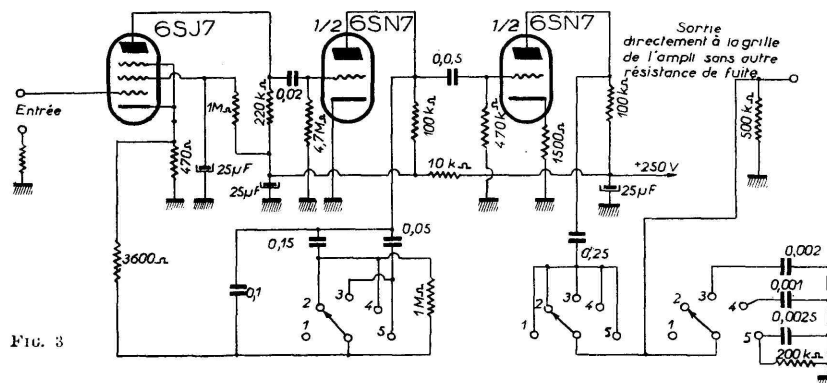
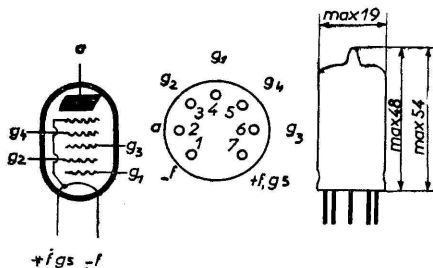

FIG. 3
FIG. 1. — Branchements, culot et dimensions du tube miniature batteries DK92.
Pour un certain nombre de raisons qui ont été exposées dans cette revue par M. Bertrand (1), la courbe d'enregistrement des disques lors de la gravure n'est pas linéaire, mais présente un affaiblissement progressif au-dessous d'une certaine fréquence, en général 500 c/s, et est relevée au-dessus d'une certaine fréquence, en général 1 000 c/s. Cette courbe d'enregistrement doit impérativement être compensée dans l'amplificateur. Il faudra relever les fréquences graves et affaiblir les fréquences aiguës. Faut-il laisser ce soin à l'oreille de l'auditeur, au moyen de deux contrôles continus de niveau des graves et des aigus ? Certes non. Les courbes d'enregistrement sont constantes pour chaque marque de disque, et sont rigoureusement suivies par leurs constructeurs. La figure 1 donne les courbes d'enregistrement pour les principales marques de disques, ordinaires ou de longue durée.
À titre d'exemple nous donnons figure 3 le schéma d'un préamplificateur muni d'un dispositif correcteur de fréquence à cinq positions, correspondant aux cinq courbes d'enregistrement de la figure 1. La concordance est très bonne, l'écart des courbes mesurées avec les courbes théoriques étant toujours inférieur à 1 db. Ce préamplificateur sera ensuite suivi d'un amplificateur de puissance, sur lequel seul s'exercera la contre-réaction linéaire.
La première et la seconde grille du tube DK 92 (fig. 1) constituent la section oscillatrice, la troisième grille reçoit le signal d'entrée, la quatrième est une grille-écran. Elle est suivie de la grille supresseuse (g5), raccordée intérieurement au filament. Après quoi, nous trouvons l'anode.